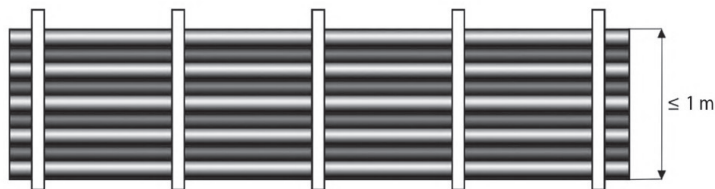

Figura 12. Almacenaje de tuberías
- No almacenar en arrumes de más de 1m de altura. (Ver Figura 12).